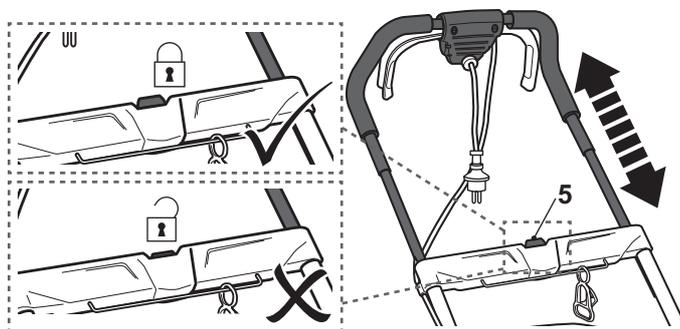

Fig.5
- > Relâchez le bouton de déverrouillage [5] et assurez-vous qu'il se verrouille en place (Fig.5).